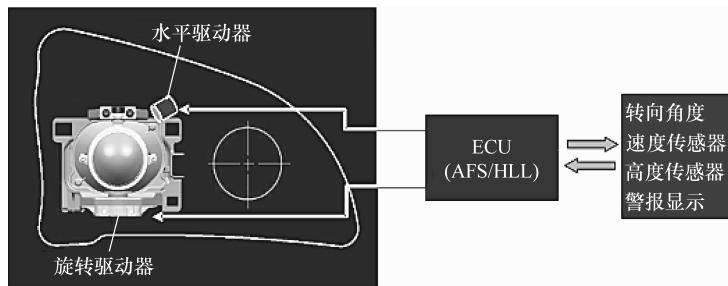

图 1-33 AFS 结构
(2) AFS 的组成与原理 AFS 控制系统由前照灯控制 ECU、高度传感器、转向角度传感器、速度传感器、前照灯水平驱动器、前照灯旋转驱动器、警报显示系统以及自调前照明关闭开关组成，如图 1-33 所示。